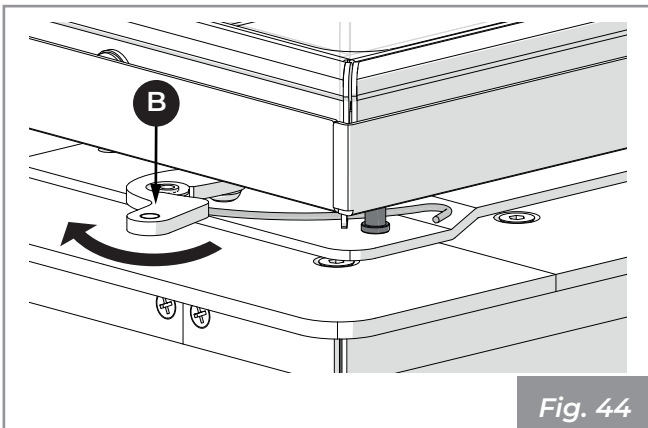

Fig. 44
- 5) Empujar con la mano la palanca (B) y regresarla a la posición de bloqueo (Fig. 44).